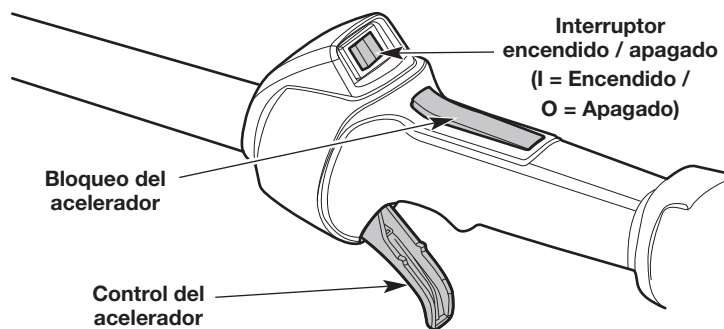

Fig. 9
NOTA: No es necesario encender la unidad. El interruptor de encendido/apagado está en la posición **Encendido (I)** en todo momento (Fig. 9).
NOTA: NO apriete el control del acelerador (Fig. 9) hasta el paso 6.
6. Oprima y mantenga apretado el bloqueo del acelerador (Fig. 9). Apriete el control del acelerador según sea necesario para el funcionamiento (Fig. 9).
2. Oprima y mantenga apretado el interruptor de encendido/apagado en la posición **Apagado (O)** hasta que el motor se pare por completo (Fig. 9).